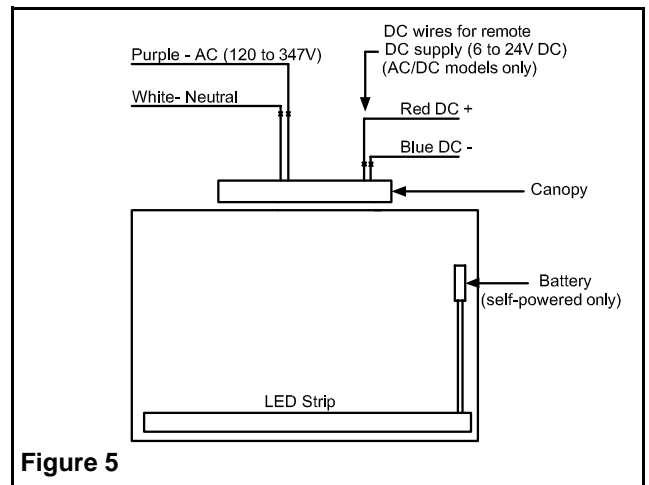

Figure 5
- 5. Effectuer les connexions nécessaires (voir fig. 5). Raccorder le fil violet et le fil blanc (neutre) au service de l'édifice (120 à 347V). Pousser les fils dans la boîte de jonction. Pour les modèles à alimentation C.C. à distance, raccorder le fil rouge au positif de l'alimentation en C.C. et le fil bleu au négatif (6 à 24Vc). Connecter les fils verts de mise à terre au fil de mise à terre de l'édifice ou à la connexion de mise à terre de la boîte de jonction.